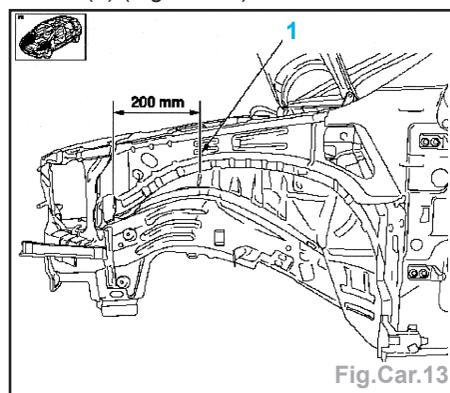

Fig.Car.13
Nota : on ne peut couper que dans la zone (1) (Fig.Car.13).
- Opérations identiques au passage de roue complet et jambe de force (Fig. Car.13 à 17).